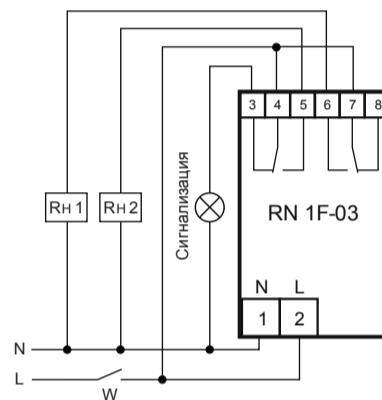

Рис. 2: схема подключения нагрузки мощностью до 0,6 кВт к устройству
7.2. Для подключения нагрузок изделию до **0,5кВт** на канал подключите нагрузки к изделию согласно рис.2. Для этого используйте одножильный или многожильный провод с двойной или усиленной изоляцией сечением, соответствующей мощности нагрузки. Заземленная нейтраль **N** подключается на контакт **1** изделия, нагрузкам и к сигнальному устройству (фонарь, звонок и т.д.). Фазное напряжение **L** может подаваться через выключатель **W** или напрямую и подключается к контактам **2**, **4** и **7** изделия. Кроме того, нагрузки подключаются к контактам **5** и **6** изделия.